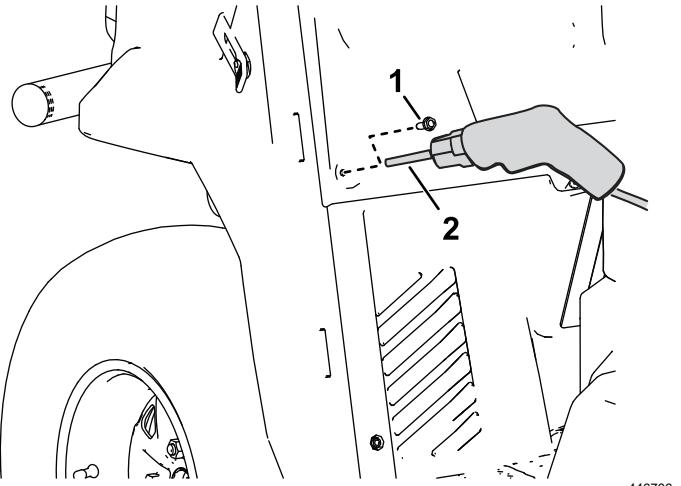

Figura 2
6. Retire os parafusos existentes ($\frac{1}{4} \times \frac{3}{4}$) do tubo da estrutura frontal no lado do operador e do passageiro (Figura 2).
7. Utilizando uma broca de 11/32 pol. perfure através dos orifícios existentes ambos os lados do tubo da estrutura frontal no lado do operador e do passageiro como mostrado na Figura 2. Se a sua máquina tiver este furo no painel/estrutura, avance para o próximo procedimento.